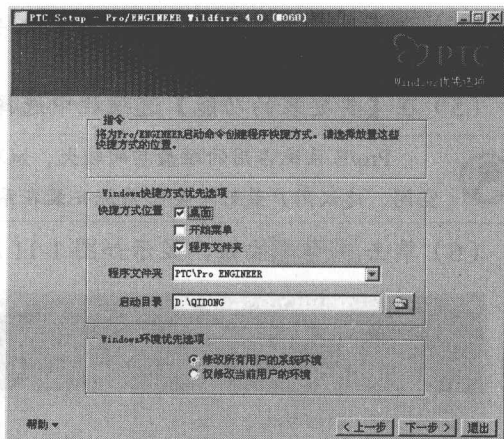

图 1-16 选择快捷方式
(11) 单击 **下一步 >** 按钮，显示如图 1-16 所示的对话框，在【Windows 快捷方式优先选项】选项组中选择合适的快捷方式。